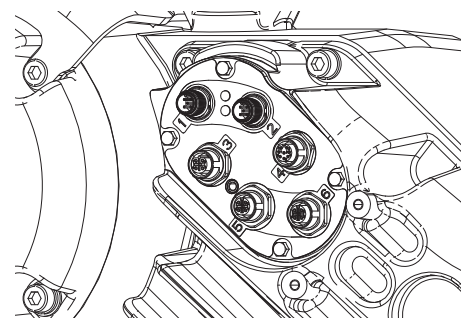

FIG. 27
2. Posizionare l'interruttore di sezionamento (M) su OFF.
- a. Smontare la copertura dell'alloggiamento del driver (HC).
- c. Allentare il blocca-cavo (CG).
- d. Rimuovere i fili dall'alloggiamento del driver tirandoli attraverso il blocca-cavo (CG).
- e. Scollegare i cavi collegati alle porte 1-6 sul lato dell'unità di azionamento, mostrato in FIG. 27.